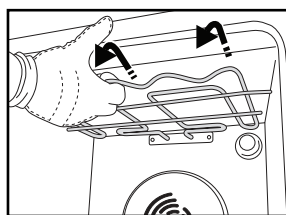
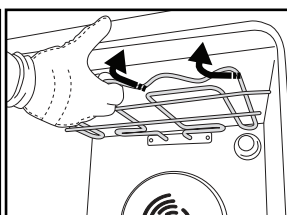

Fig. 6
Fig. 7
2. Dra ut grillelementet (Fig. 6) en aning, och sänk det (Fig. 7).